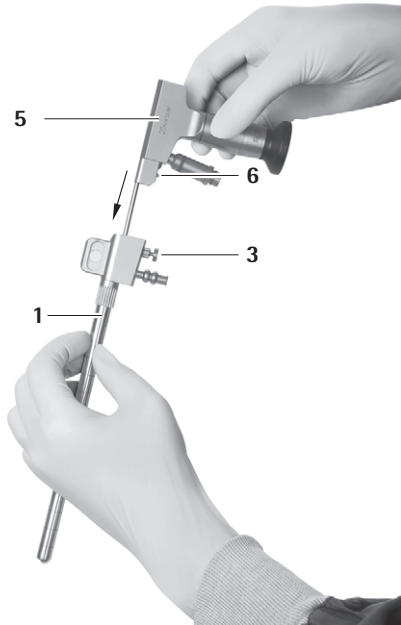
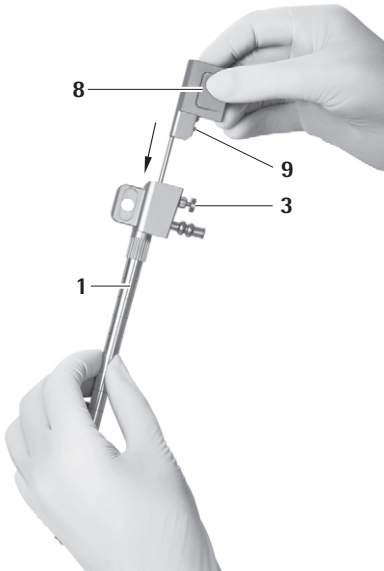

Fig. 14
Fig. 15
- ▶ Sørg for, at låsebolten **6** til endoskopet **5** hhv. låsebolten **9** til obturatoren til optikkanalen **8** er på samme side som udløserknappen **3** til MINOP InVent-trokar **1**, se Fig. 14 og se Fig. 15.